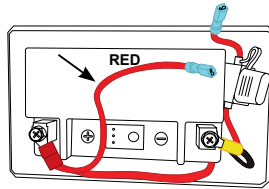

Fig. 5
- 4.** Verá que uno de los cables ROJOS que desconectó en el Paso 3 está colocado debajo del cable negro conectado a la batería. Saque este cable de debajo del cable negro y déjelo pasar directamente sobre la parte superior de la batería (FIG. 5).